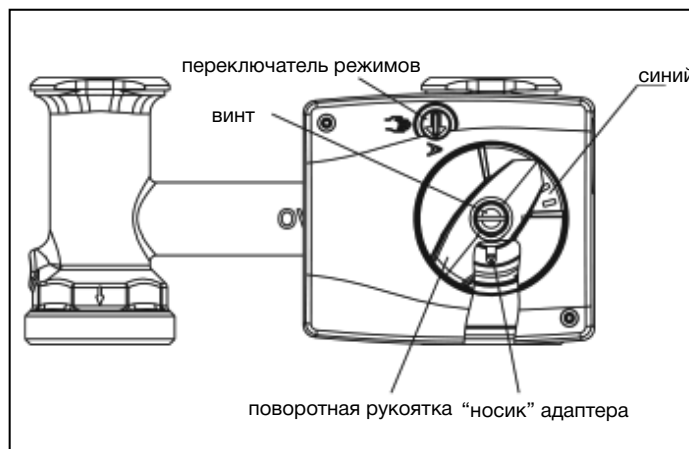
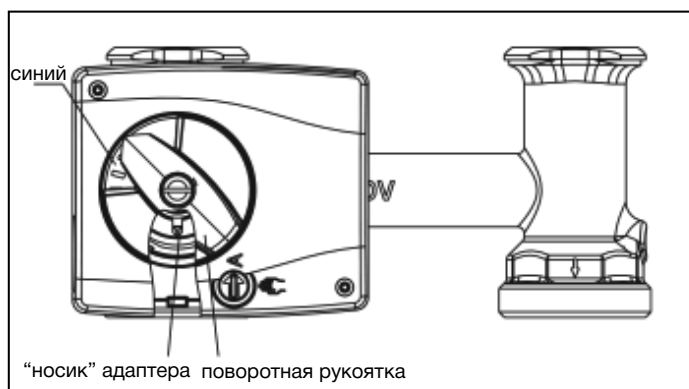

Рис. 5.4 3-ходовой смеситель подающая справа
Рис. 5.5 3-ходовой смеситель подающая слева
4. Установить диск-указатель смещения (см. рис. 5.4)
- муфту (5) и заглушку (6) отвинтить от корпуса смесителя и снять.
- муфту (5) и заглушку (6) снова затянуть с крутящим моментом 30 Нм.
8. Адаптер надеть на вентильную вставку смесителя (см. рис. 5.5)